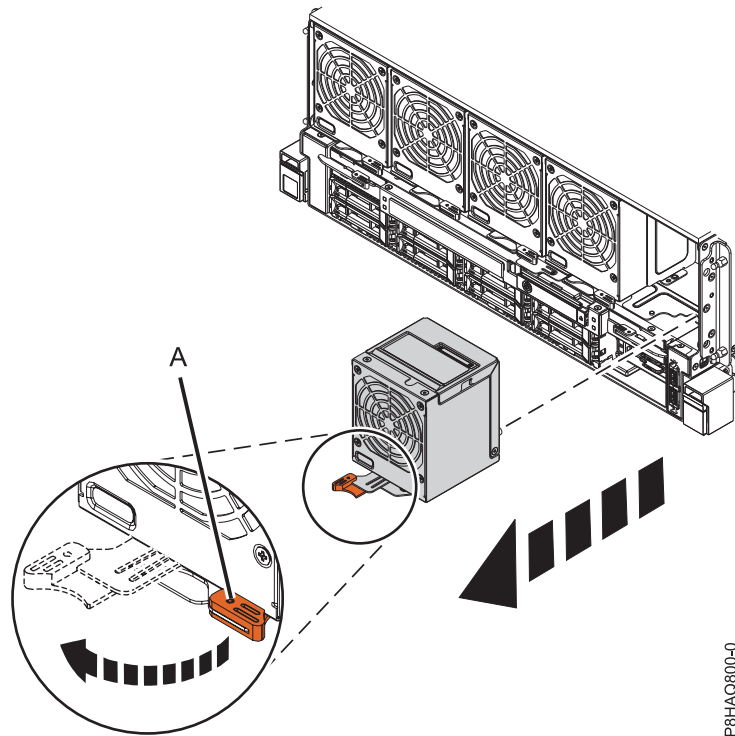

図 8. 前面ファンの取り外し
1. ファンのハンドル **(A)** を、9 ページの図 8 に示されている方向に回転させて、ファンをスロットからアンロックします。